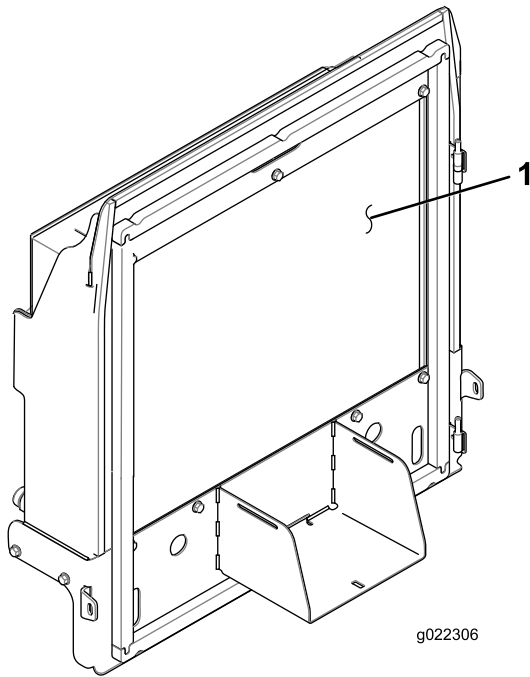

Figura 66
4. Limpie a fondo ambos lados del radiador y del enfriador de aceite (Figura 66) con aire comprimido.